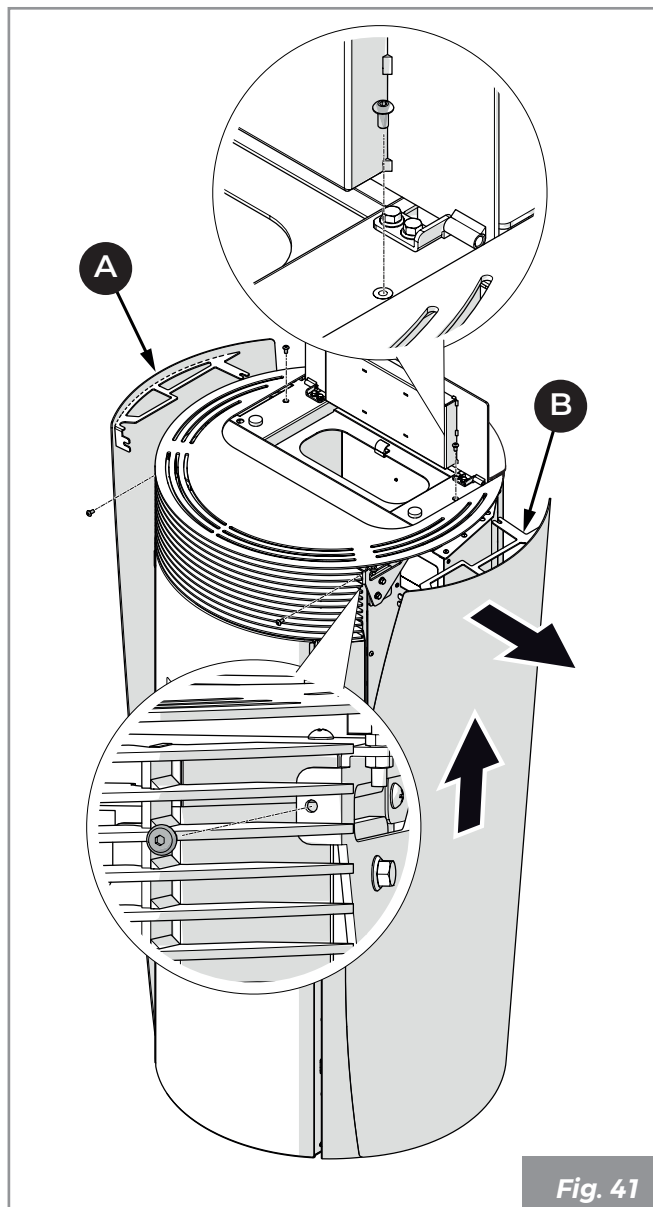

Fig. 41
- Démontez les panneaux latéraux **(A)** et **(B)** (**Fig. 41**).